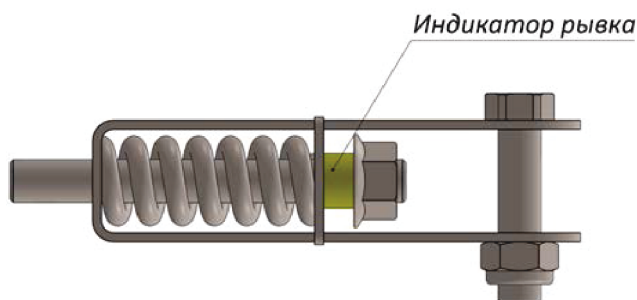

Рисунок 1
- проверить индикатор срабатывания на амортизаторе НС 1009. Отсутствие цветного индикатора указывает на срабатывание анкерной линии [рисунок 1].
В результате срабатывания ЛИНИИ, её элементы подвергаются значительным нагрузкам и требуют внимательного отношения со стороны специалистов, ответственных за допуск работников к эксплуатации ЛИНИИ. Подтверждением срабатывания ЛИНИИ, то есть, подтверждением того, что она была задействована при остановке падения, является разрушение индикатора срыва **[рисунок 1]** на амортизаторе рывка.